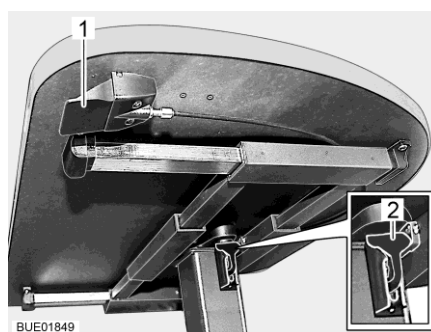

Fig. 93 Table à hauteur réglable avec touche de déverrouillage
- Tirer le levier de verrouillage (Fig. 93,2) vers le bas ou l'enfoncer.
- Pousser le levier de verrouillage (Fig. 93,2) vers le haut.
- Pousser la touche de déverrouillage (Fig. 93,1) et la maintenir poussée. Le plateau de table s'élève alors automatiquement jusqu'à la butée de fin de course.
- Lâcher la touche de déverrouillage (Fig. 93,1). Le plateau de table reste dans la position choisie.
- Pousser la touche de déverrouillage (Fig. 93,1) et la maintenir poussée.
- Lâcher la touche de déverrouillage (Fig. 93,1). Le plateau de table reste alors dans la position la plus basse.